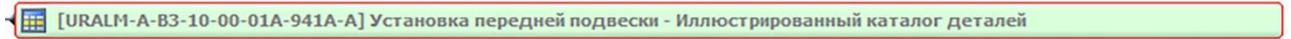

Рисунок 428
3) Введите название модуля данных, введите код (рисунок 428).